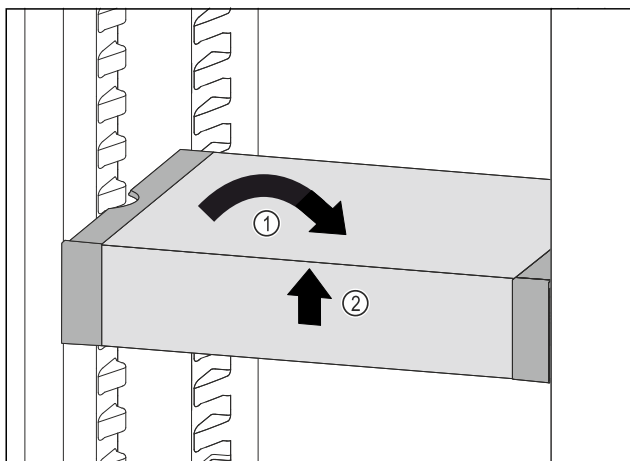

Fig. 103
- ▶ Predal VarioSafe postavite ravno. Fig. 103 (1)
- ▶ Predal VarioSafe dvignite spredaj. Fig. 103 (2)